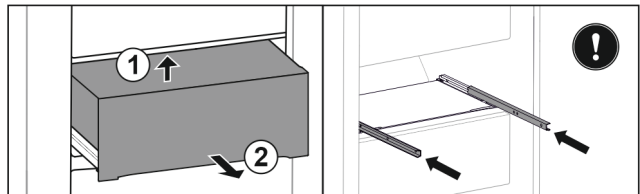

Fig. 148
- ▶ Приподнимите выдвижной ящик сзади снизу. *Fig. 148 (1)*
- ▶ Извлеките выдвижной ящик движением вперед. *Fig. 148 (2)*